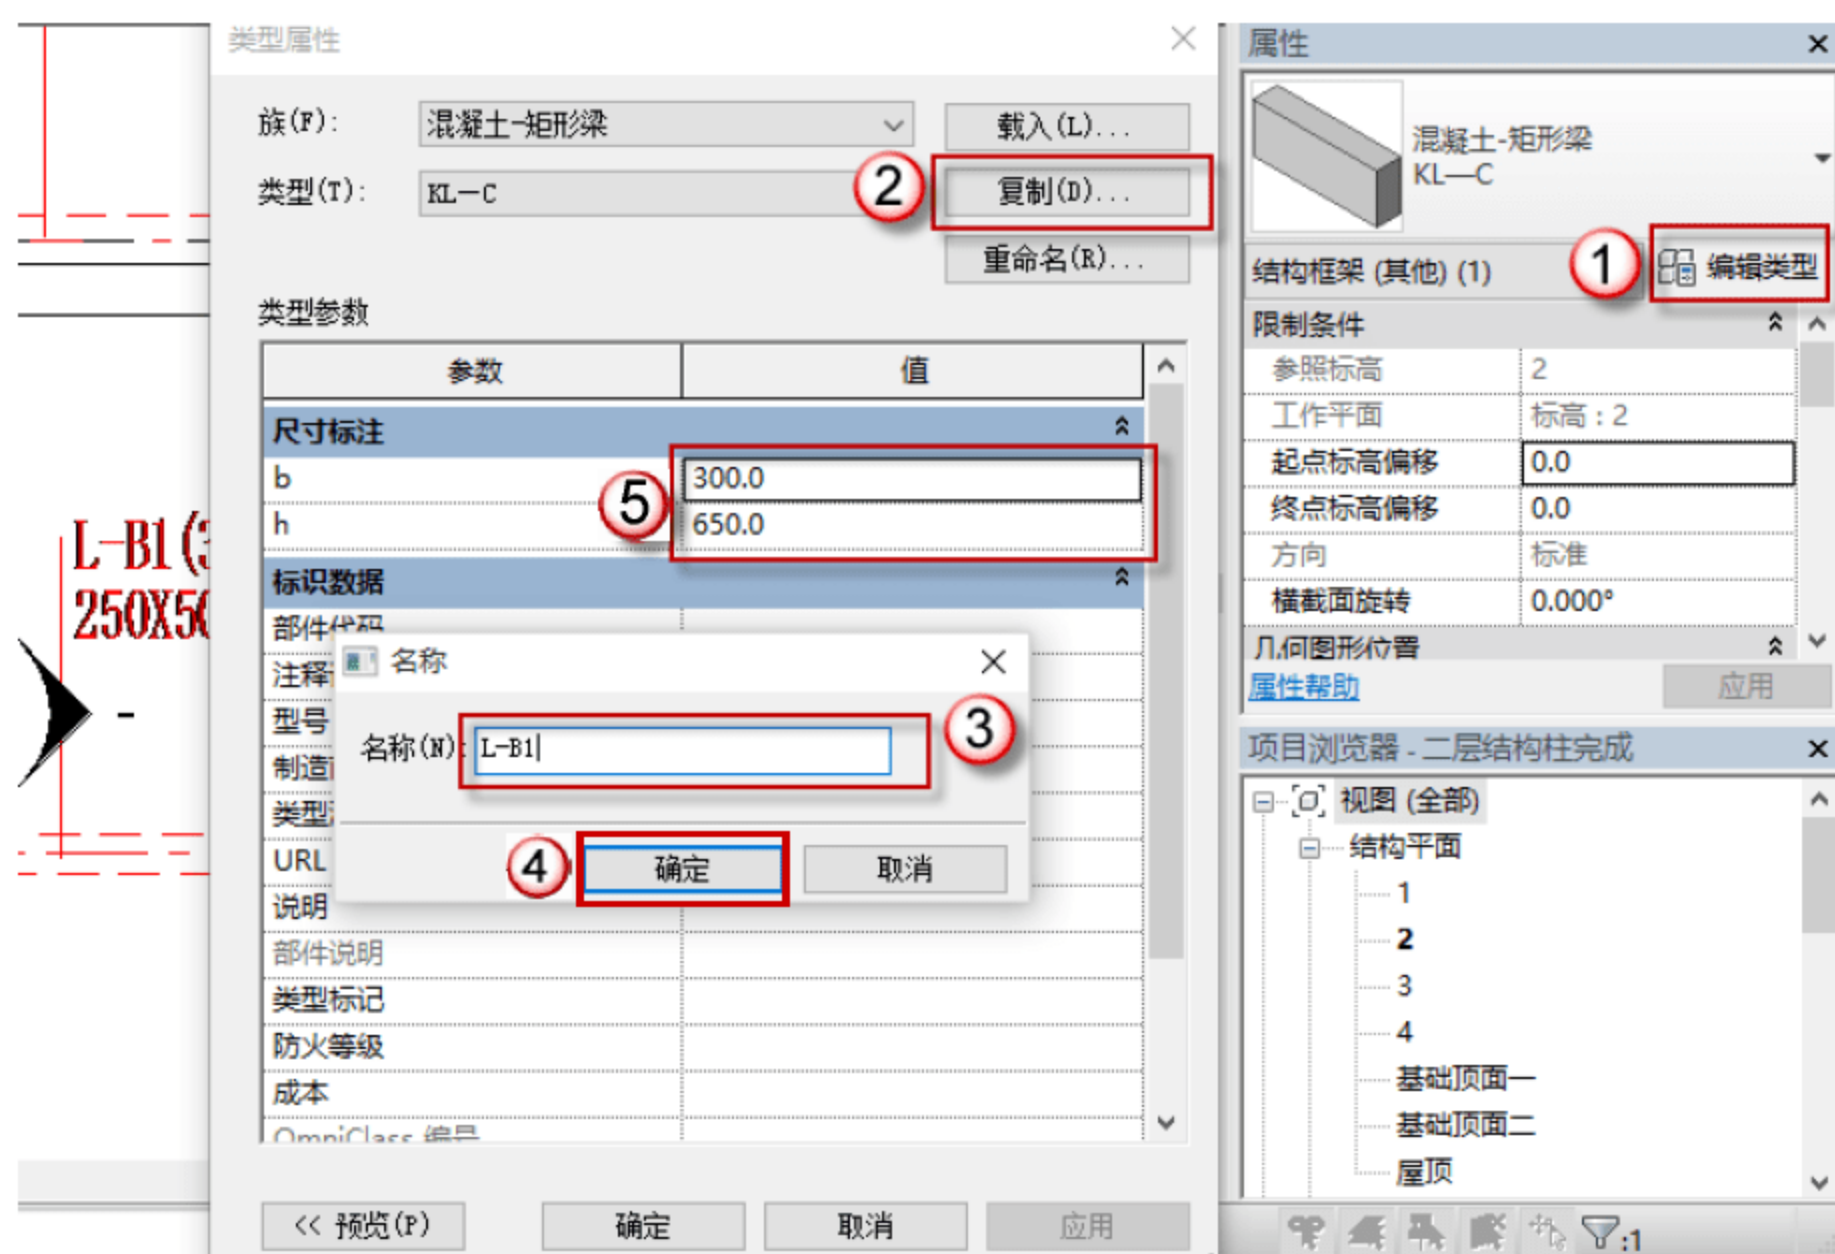

图 4.2.55 设置 L-B1 参数
(5) 设置矩形梁 L-B1 参数, 按快捷键 B+M, 出现绘制的界面, 单击“编辑类型”按钮, 在弹出的对话框中单击“复制”按钮, 再在弹出的对话框中命名新的族 L-B1, 单击“确定”按钮。在“尺寸标注”栏设置参数, 如图 4.2.55 所示。